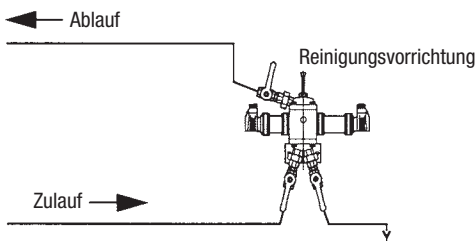

Fig. 9
Einbau siehe **Fig. 9**.
Einbauvorschlag wenn sich Feststoffe im Kondensat befinden. Bei der Einbaulage entsprechend den **Fig. 9 – 11** können sich Feststoffe an der Reinigungsvorrichtung absetzen und würden bei Betätigung der Schubstange den Glaszylinder ② in kurzer Zeit verkratzen.